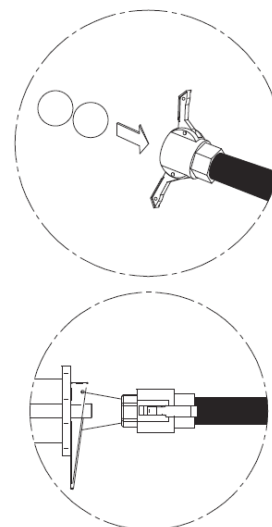

FIG.8
- Introduzca dos esponjas de lavado en la manguera aún llena de material y conecte nuevamente la manguera al colector (fig. 8).